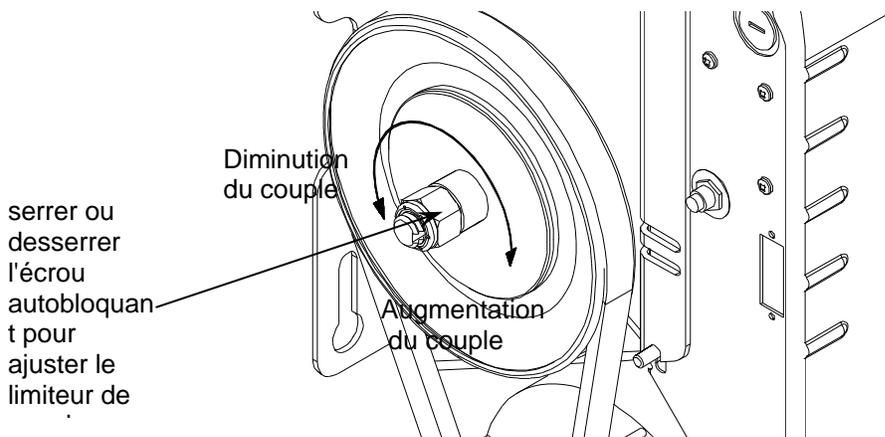

Figure 12 Réglage de l'embrayage
1. On règle l'embrayage en tournant l'écrou situé à l'extrémité de l'arbre d'entrée côté poulie 7po. (Figure 12).